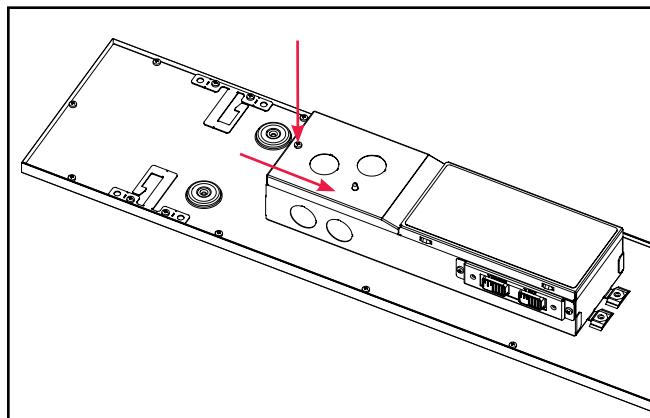

Figura 6.
- Coloque todos los cables y tuercas de cable en la caja de conexiones de la luminaria, reemplace la placa de acceso eléctrico y apriete el tornillo. (Figura 6.)